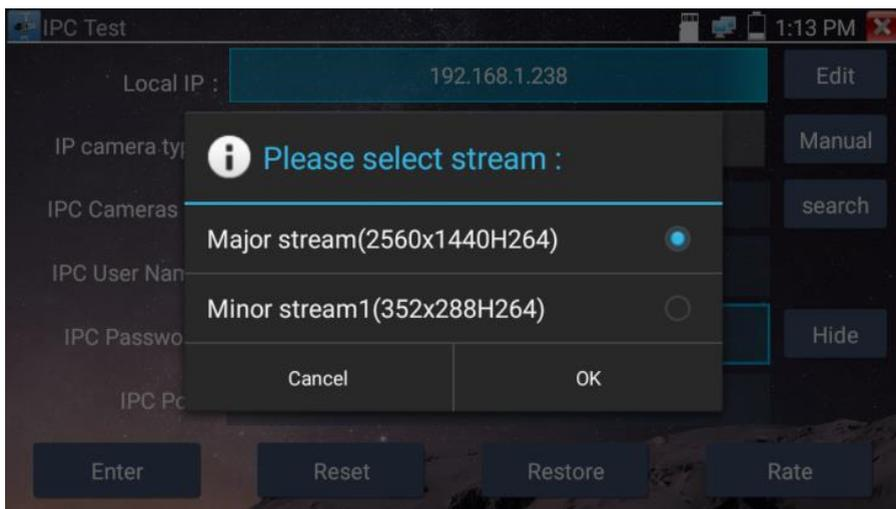

Рис. 61 Выбор потока для IP видекамеры
- Stream code (Выбор потока). Позволяет выбрать основной или субвидеопоток (minor stream) для подключенной с использованием RTSP протокола IP видекамеры (рис. 61).